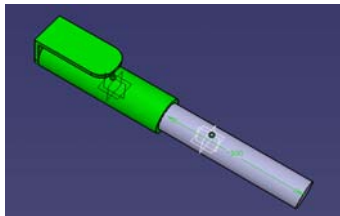

图 14-2
(1) 选择菜单 File → Open  打开文档 (见图 14-2);